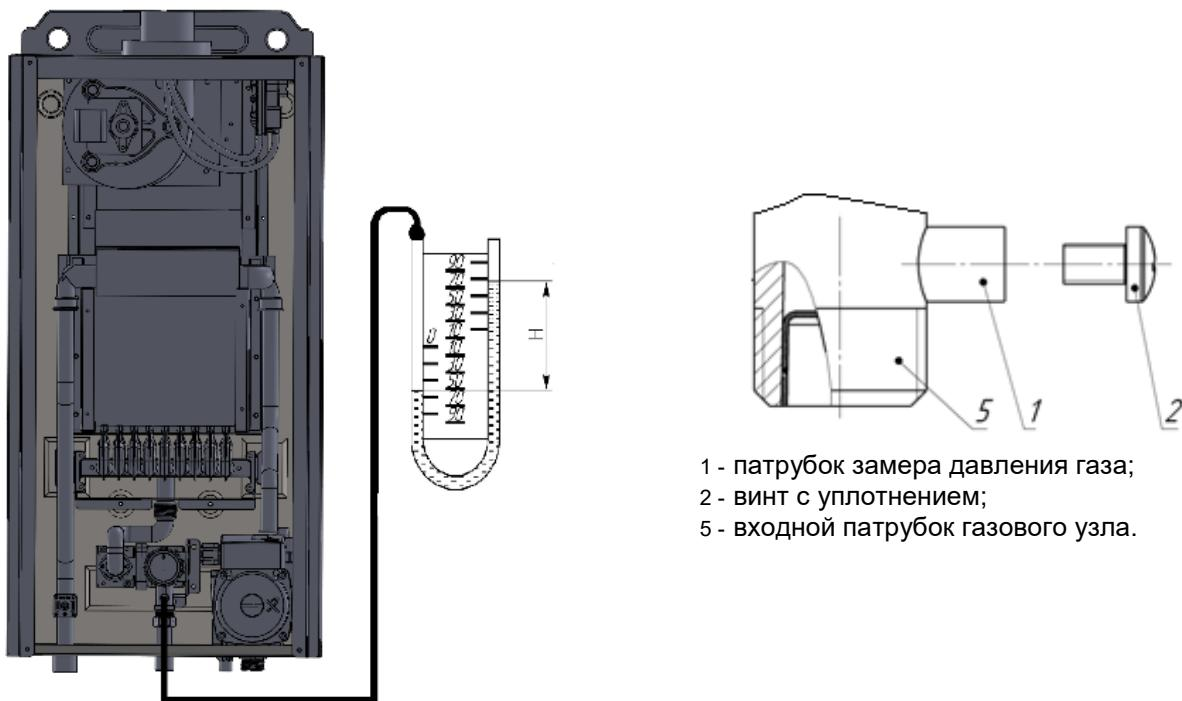

Рис. 5. Подключение дифманометра
- 2) подсоединить дифманометр (Рис. 5, стр. 12) к патрубку 1, находящемуся на входе 5 газового узла, предварительно отвернув винт с уплотнением 2;
- 3) поставить на место винт с уплотнением 2 (Рис. 5);